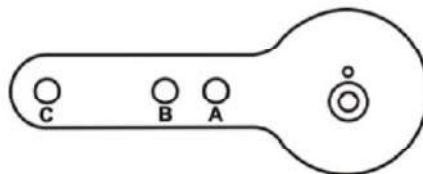

Рис. 17. Рычаг для привода моделей 87/88 Multispring компании Masoneilan
3. Выбрать монтажное отверстие А, В, С или D для хода клапана. Например, отверстие В изображено на Рис. 17 на стр. 32 для размера привода 10 с ходом 1,0". Если не указано иное, при монтаже SVI II AP предполагается, что привод устанавливается в обычном вертикальном положении. Монтажное отверстие в щелевом отверстии монтажного кронштейна должно располагаться слева, если смотреть со стороны привода, при этом привод должен находиться в вертикальном положении.
6. Присоединить конец штока с правой резьбой к рычагу SVI II AP с помощью винта с головкой под ключ 1/4-20 × 1" и гайки, как показано на рисунке. Положение отверстия рычага, которое будет использоваться, зависит от хода конкретного клапана. См. Рис. 17 на стр. 32 и раздел «Выбор соединения двустороннего клапана», Табл. 4 на стр. 33.